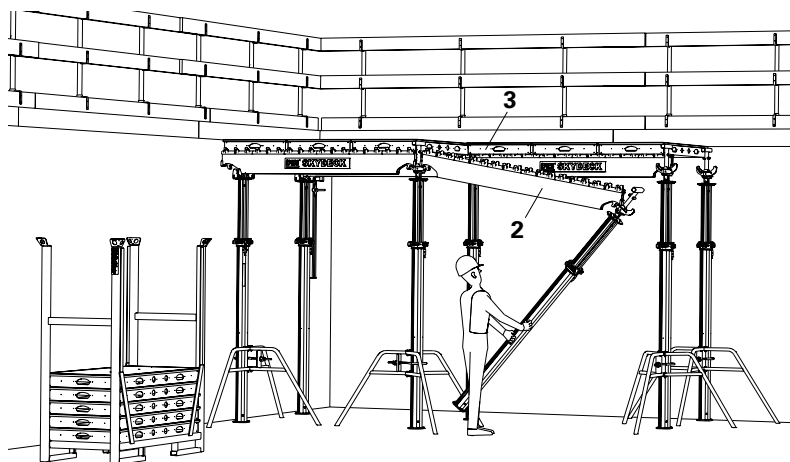
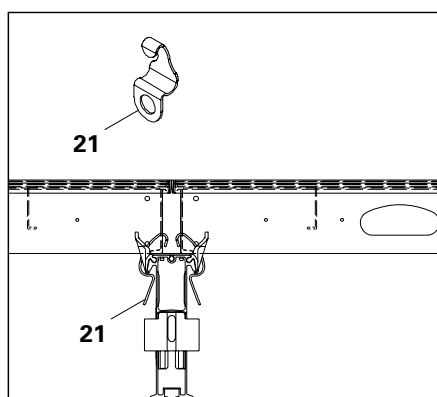

Fig. A4.15
Fig. A4.16
- travamentos (Fig. A4.16),
1. Colocar a Viga Principal SLT 225 (2) no cabeçal de caída.
2. Ligar o prumo com o cabeçal de caída SFK à viga principal. (Fig. A4.15)
4. Inserir painéis (3).